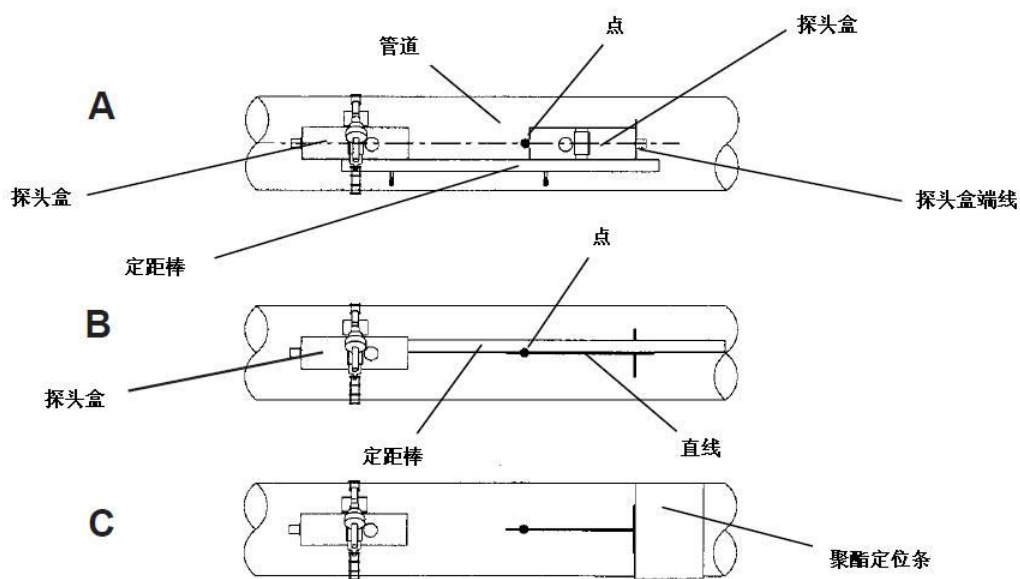

图 32 直射式安装
1) 在第二个探头盒底部的锥形辊中心描一个点，在探头盒另外一端画一条直线，然后拆掉探头盒，借助定距棒过点画一条垂直于端面线的直线，把聚酯定位条缠绕在管道上，左边沿和探头盒端线平齐。如下图 32。